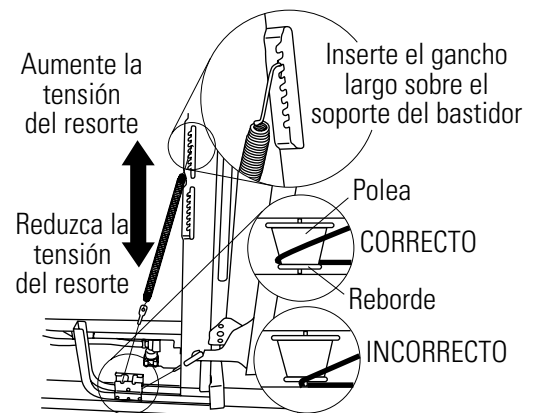

Figura 11
- Repita este procedimiento en el lado izquierdo de la unidad. Ambos resortes deben estar en la misma ranura del soporte, como se indica en la Figura 11.
Verifique la ruta que sigue el cable del resorte antes de ajustar el resorte. Los "rebordes" en la polea mantienen el cable en posición. Vea la Figura 11. Asegúrese de que el cable no se haya salido del reborde de la polea y caído sobre el eje.